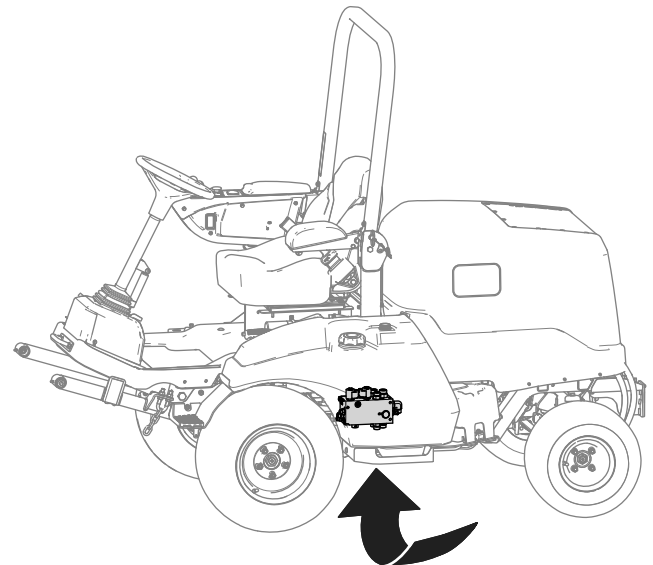

Bild 9
- A. Stellen Sie eine Auffangwanne unter den Hydraulikverteiler (in **Bild 9** dargestellt).